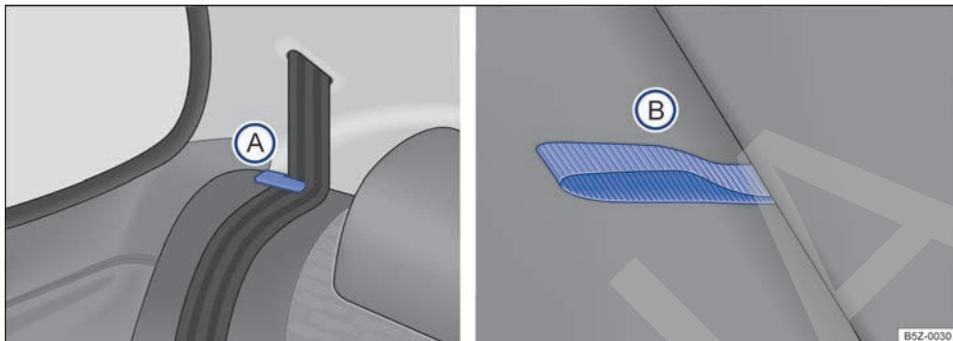

Fig. 74 Asiento trasero: posicionador para las bandas de los cinturones (A); manija para desbloqueo del respaldo (B).
- Encaje las bandas de los cinturones de seguridad en sus respectivos posicionadores → fig. 74 (A).
- Tire de la manija roja → fig. 74 (B) para desbloquear la fijación del respaldo del asiento y al mismo tiempo, tire el respaldo sobre el asiento, hasta bloquearlo. ▶
- Retire las bandas de los cinturones de seguridad de los posicionadores → **fig. 74 A**. Para los vehículos con cinturones de tres puntos fijos, vuelva a colocar las lengüetas en los cierres correspondientes.